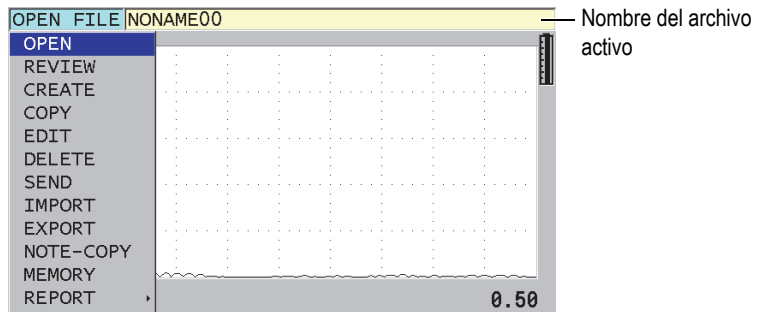

Figura 11-1 Nombre del archivo activo en la zona de identificación
El registrador de datos del 39DL PLUS es un sistema basado en archivos que permite abrir un archivo a la vez. El archivo activo almacena una medida en una localización con un N.º de identificación de medición de espesor. Cada vez que la tecla **[SAVE/SEND]** es pulsada, la lectura de la medición, que aparece en la pantalla, es almacenada con el número de identificación (ID) en curso del archivo activo. El ID incrementará automáticamente en las siguientes mediciones. Al pulsar la tecla **[FILE]**, el nombre del archivo activo aparece en la zona de identificación (arriba del menú) [ver Figura 11-1 en la página 191].